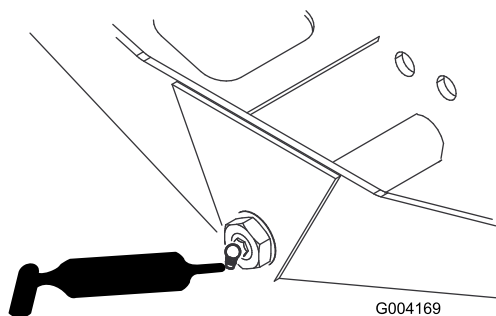

Figure 56
- Pivot de direction d'essieu (1) (Figure 56)